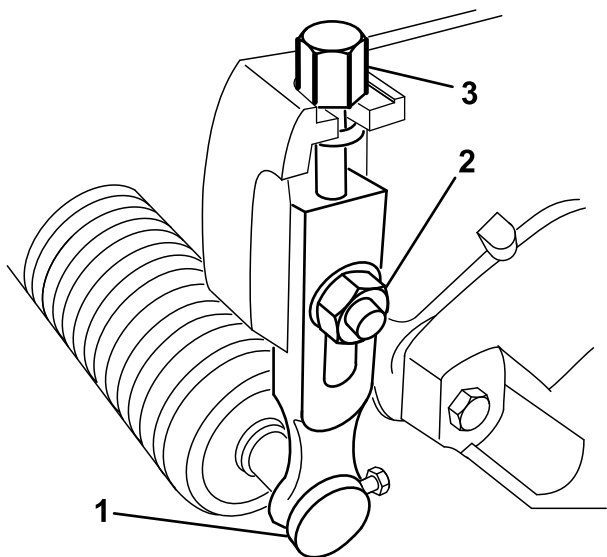

Рисунок 9
- Ослабьте контргайки, которые крепят рычаги регулировки высоты скашивания к боковым пластинам режущего блока (Рисунок 9).